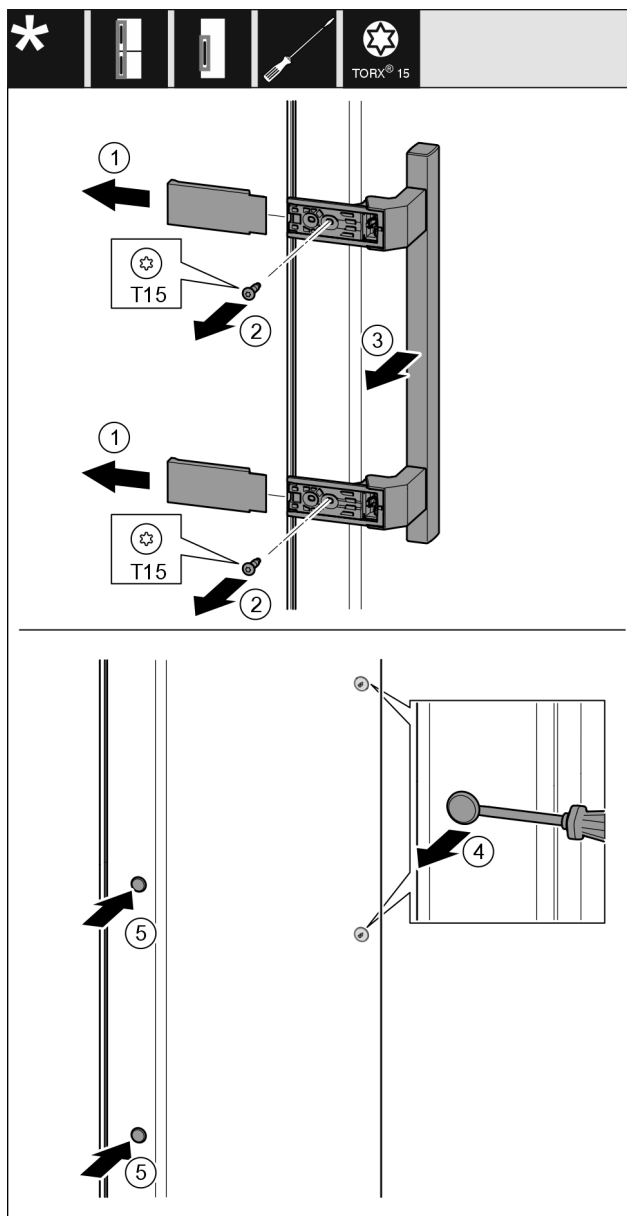

Fig. 21
- Nutraukite dengiamąją plokštelę Fig. 21 (1).
- Atsuktuvu išsukite varžtus Fig. 21 (2).
- Nuimkite rankeną Fig. 21 (3).
- Šoninį kamštį Fig. 21 (4) atsargiai pakelkite atsuktuvu ir jį ištraukite.
- Vėl įstatykite kamštį Fig. 21 (5) kitoje pusėje.